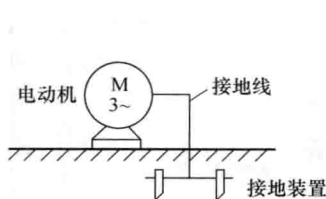

图 1-7 强电设备的接地
3) 在强电设备中,常常将设备的外壳与大地连接,当设备绝缘性能变差而使外壳带电时,可迅速通过接地线泄放到大地,从而避免人体触电,如图 1-7 所示。